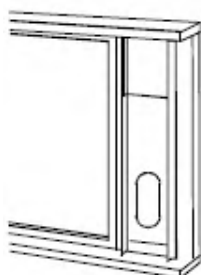

Fig.14
3. Corte el sello de espuma (tipo adhesivo) a la longitud adecuada y peguelo en la parte superior de la ventana. Se muestra como en la Fig. 14.